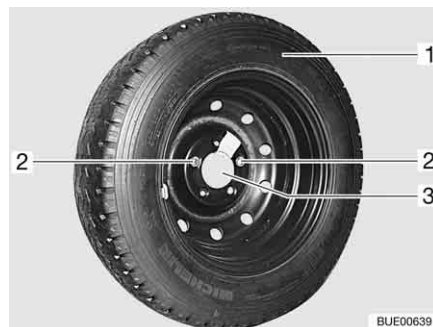

Fig. 309 Supporto per la ruota di scorta nel garage di coda
- Svitare e rimuovere entrambe le viti di fissaggio (Fig. 309,2) con la dotazione attrezzi.
- Rimuovere la ruota di scorta (Fig. 309,1) dal supporto (Fig. 309,3).